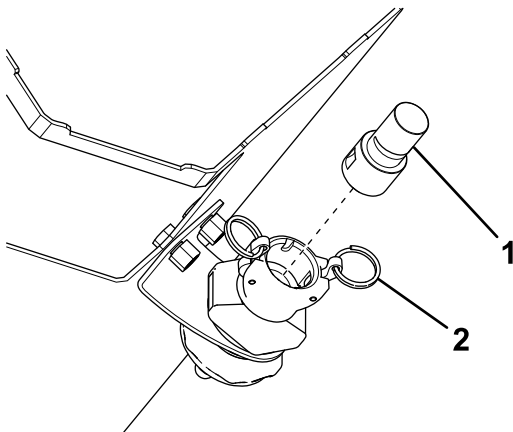

**Figura 54**
6. Localice la boquilla de pulverización debajo de la cubierta trasera (Figura 54).